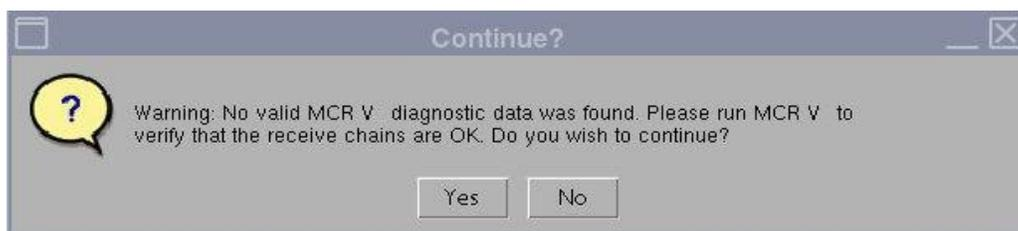

Рис. 2
*Примечание:* при появлении предупреждения *No valid MCR-V (or MCR2/3) (Не обнаружен необходимый MCR-V [или MCR2/3])* (Рис. 2) выберите [Yes] (Да) и продолжите выполнение теста. Диагностика MCR-V должна проводиться перед передачей системы заказчику.